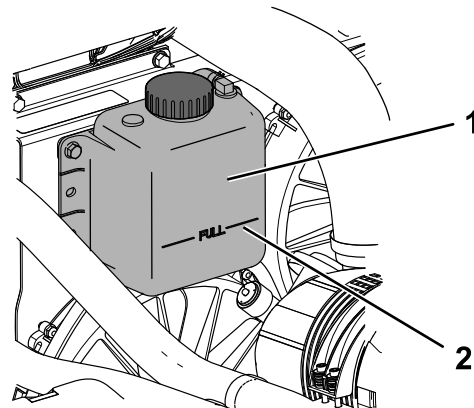

Figura 70
4. Compruebe el nivel de refrigerante del depósito de expansión (Figura 70).